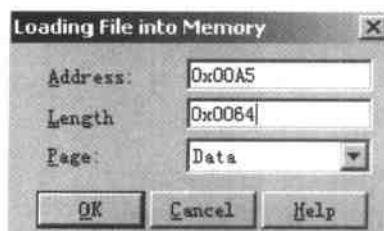

图 6.23 Load File Into Memory 对话框
- (2) 这时将弹出一个如图 6.23 所示的 Load File Into Memory 对话框。由于 inp\_buffer 的地址为 0x00A5, 输入数据的长度为 100, 所以在图 6.23 中的 Address 栏中输入 0x00A5, 在 Length 栏中输入 0x64, 而 Page 栏中保持 Data 不变。
(3) 单击 OK 按钮, 这时 PC 机数据文件 sine.dat 中的数据已经载入 DSP 目标系统内存地址 0x00A5 开始的 100 个字节。这时, 可以观察内存中 inp\_buffer 的数据。
(4) 在 View 菜单中执行 Memory 命令, 在弹出的如图 6.23 所示的内存观察设置窗口中的 Address 栏中输入 0x00A5, 单击 OK 按钮, 可以看到如图 6.24 所示的内存中 inp\_buffer 的数据, 也就是数